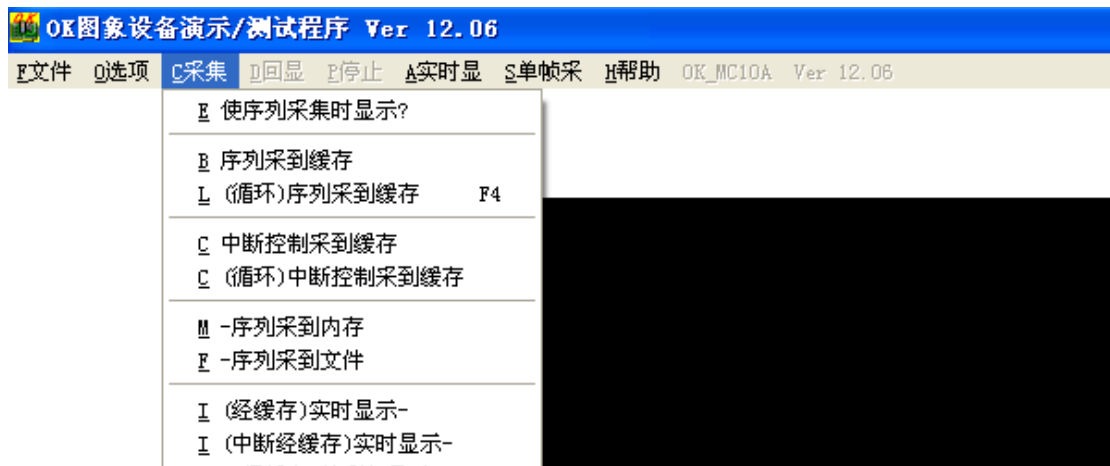

图 10
- (1) 打开“信号源信息”对话框后, 如果不能测到稳定的信号源信息, 请点击“搜索输入源”或者在“设置参数”对话框中手动选择正确的“视频输入源”。
- (2) 当您能够测到正确的信号源信息后, 请点击“自动设置采集参数”按钮对采集卡的参数进行自动设置。
- (3) 如果您测到的信号源参数异常或者不稳定, 请检查您的信号源和信号源与采集卡之间的连接线。采集卡只有在测到的信号源信息正确且稳定时, 才能正常工作。
- 7, 完成以上操作以后, 点击“单帧采”、“实时采”或“采集”菜单下的“经缓存实时显示”来采集图像进行测试, 如图 10 所示。
- (1) 如果能够采集到正常的图像, 说明采集卡工作正常, 可以开始图像采集了。
- (2) 如果“实时采”功能异常, 但“单帧采”和“经缓存实时显示”正常, 说明采集卡与您计算机的显卡硬件不兼容, 建议使用“经缓存实时显”的方式代替“实时显”方式。
- (3) 如果您必须用“实时显”方式, 那么您可以尝试选择“帮助”菜单下的“禁直